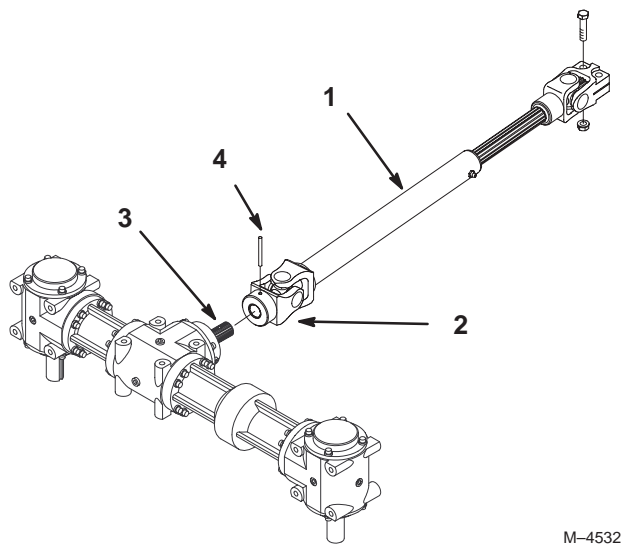

Figure 32
9. Tournez l'arbre de transmission de la PdF afin que les trous se trouvent dans l'alignement du trou de l'arbre du boîtier d'engrenages, et accouplez les deux arbres (Fig. 32).
10. Enfoncez la goupille cylindrique dans le trou pour assujettir l'arbre de transmission de la PdF à l'arbre du boîtier d'engrenages (Fig. 32).